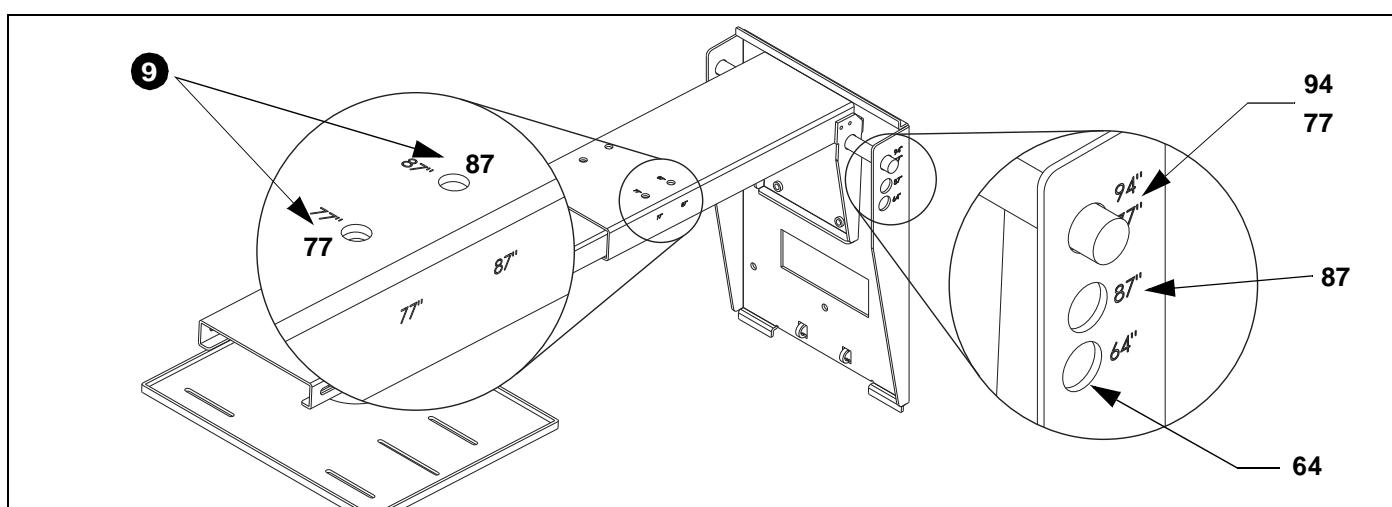

Figure 11
Voir figure 11 pour le positionnement du bras élévateur
9. Utilisez le matériel (mis de côté à l'étape 1) pour connecter le bras d'élévation au support SMART Board. (Voir Figure 11)